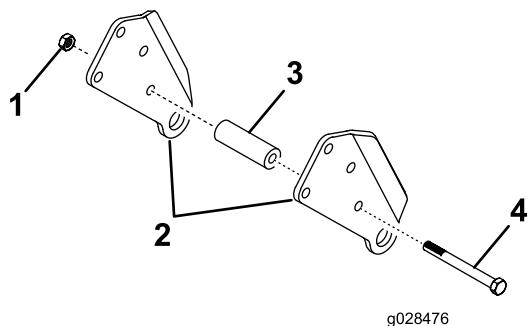

Figura 1
1. Una provisionalmente los soportes del pivote trasero con un tubo de pivot, un perno (3/8 x 3 3/4") y una contratuerca (3/8") mediante los taladros que se muestran en Figura 1.